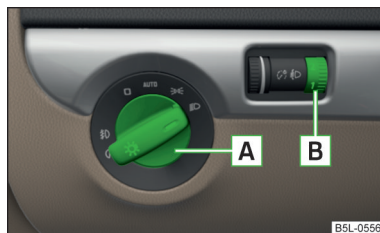

Fig. 25
En los vehículos con **dirección a la derecha**, la disposición de los elementos de manejo se diferencia en parte de la disposición mostrada en » **fig. 25** de la página 50. Los símbolos que marcan las posiciones de los elementos de manejo son iguales.
Posiciones del conmutador de luces [A] » fig. 25.
Girando el regulador giratorio **B** » fig. 25 de la posición — a 1, se adapta paulatinamente la regulación del alcance luminoso y se acorta así el cono de luz.
- ✓ El conmutador de luces **A** se encuentra en la posición 0 o **AUTO** » fig. 25 de la página 50.